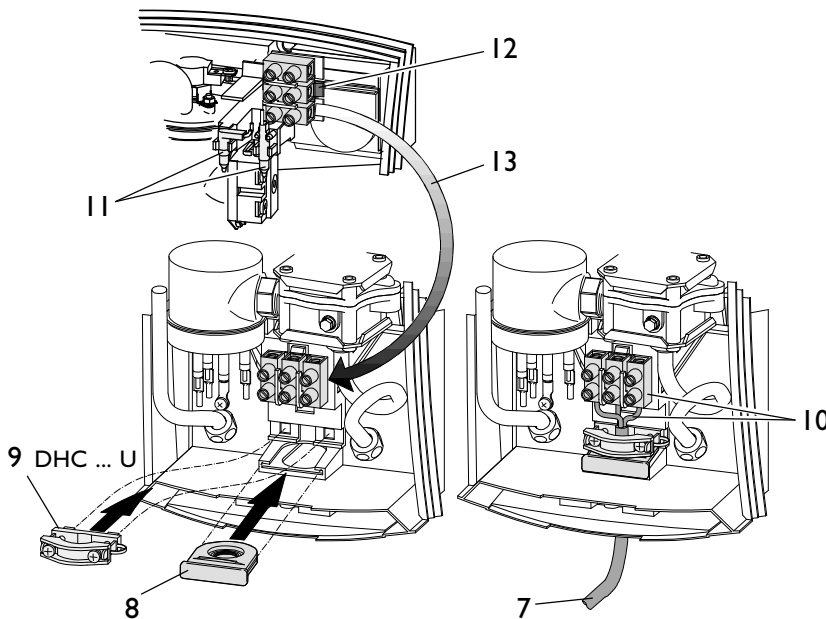
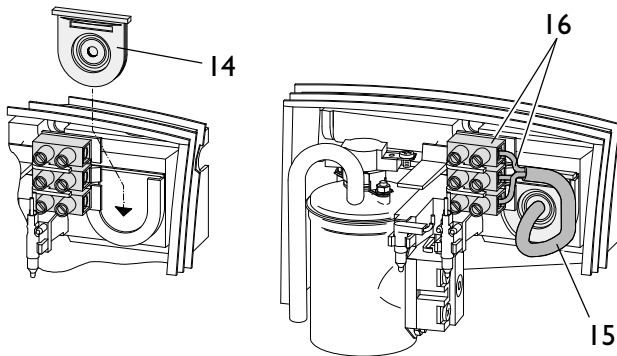

Рис. 16
Рис. 17
3. Электрический кабель укоротить в соответствии с рис. 16 и изолировать (кроме прибора ДНС 3 U).
Для защиты от попадания воды необходимо использовать уплотнение кабеля (рис. 16, поз. 8 и рис. 17, поз. 14). Вырезать уплотнительную шайбу в соответствии с толщиной кабеля электроподключения.
DHC 3 U (рис. 16)
DHC 6 U (рис. 16)
- **Подключение в верхней части прибора/открытая или скрытая проводка (рис. 17)**
- Отжать фиксатор клеммной колодки (рис. 16, поз. 12), вынуть клеммную колодку и вмонтировать ее в нижней части прибора (поз. 13).